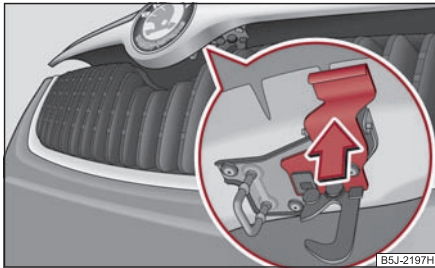

Abb. 15 Kühlergrill: Sicherungshebel
- Ziehen Sie den Sicherungshebel ⇒ Abb. 15, die Motorraumklappe wird entriegelt.